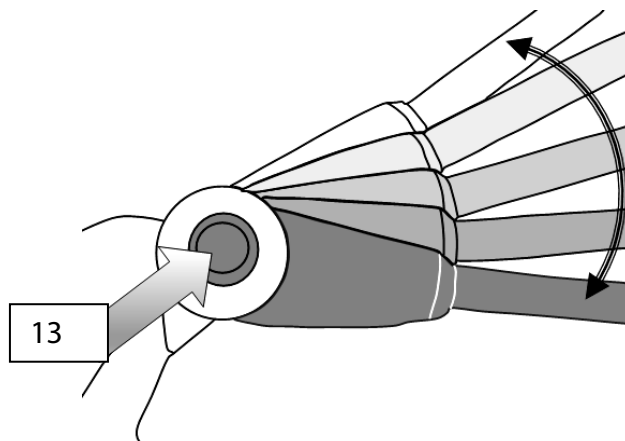

Rys. 5
- ✧ Włączając kosiarkę strunową, najpierw wciśnij włącznik włączenia/wyłączenia (2). Wyłączając, po prostu zwolnij włącznik włączenia/wyłączenia (2)
8.2 Ustawienie długości drążka teleskopowego (rys. 5)